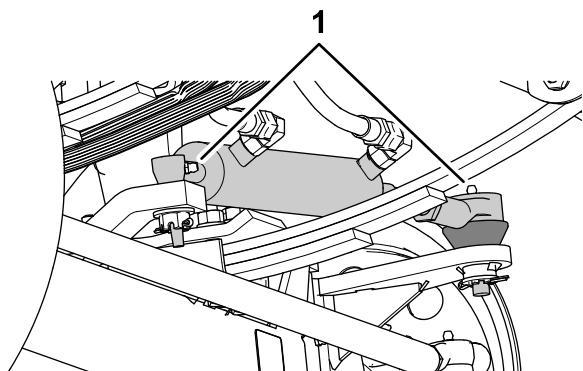
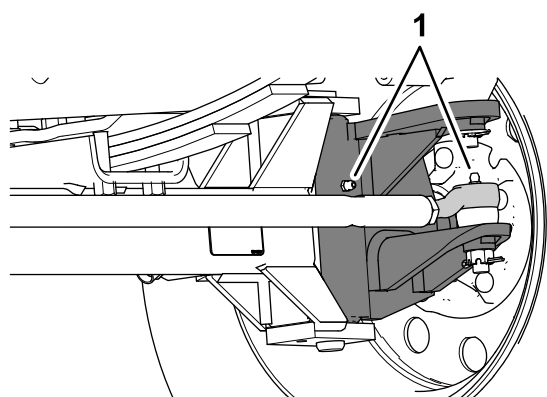

Figura 63
Figura 64
1. Pulite con un panno i raccordi di ingrassaggio (Figura 63 e Figura 64).
2. Pompate del grasso nel raccordo di ingrassaggio (Figura 63 e Figura 64).
**Nota:** La posizione dei raccordi di ingrassaggio è illustrata nella Figura 63.